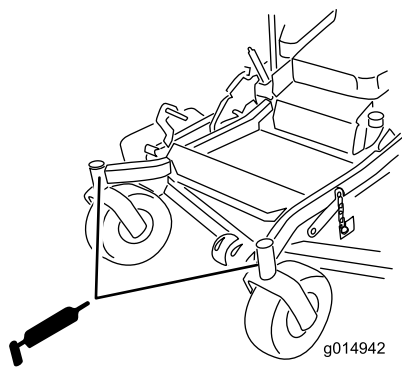

Bild 36
7. Ziehen Sie die Schmierpresse aus der Öffnung. Drehen Sie die Sechskantschraube und Staubkappe wieder ein (Bild 36).